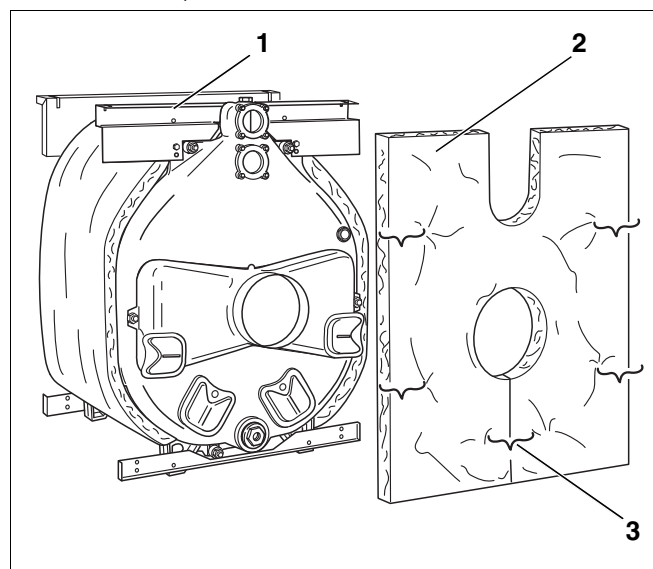

Fig. 33 Montaggio – Isolamento termico elemento posteriore
- Spingere l'isolamento termico dell'elemento posteriore (fig. 33, [2]) sul tronchetto fumi. Durante questa operazione il ritaglio per la mandata e per il ritorno caldaia deve essere rivolto verso l'alto.
- Agganciare l'isolamento termico dell'elemento posteriore, con due molle di tensione, alla traversa posteriore superiore (fig. 33, [1]).
- Chiudere la fessura al disotto del collettore fumi con molle di tensione (fig. 33, [3]).